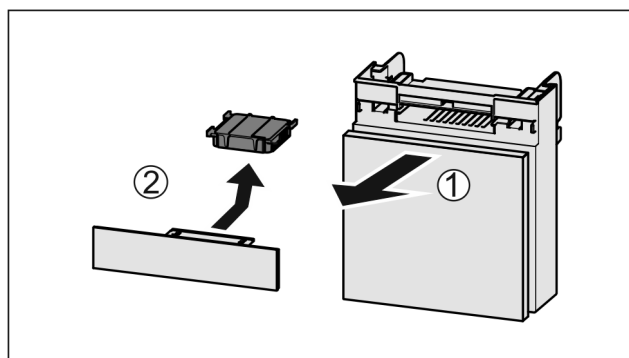

Fig. 123
- Extraire le compartiment par l'avant Fig. 123 (1).
- Sortir le filtre à charbon actif Fig. 123 (2).